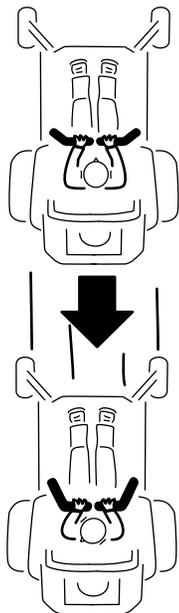

Рисунок 26
2. Для перемещения назад медленно передвиньте рычаги управления движением назад (Рисунок 26).